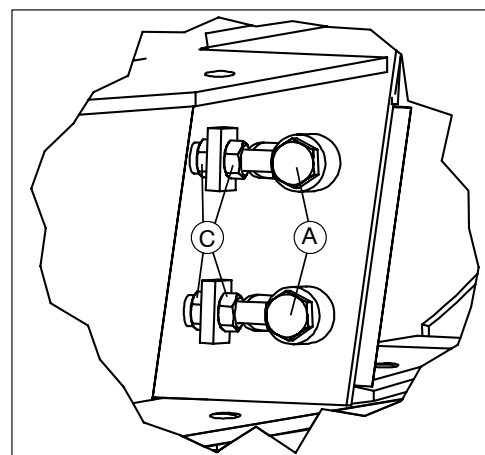

Bild 18. Einstellen und Befestigen des senkrechten Ambosses
2. Scheibe so drehen, dass ein Messer und ein Amboss übereinander liegen. Fühllehre zwischen Messer und Amboss schieben. Abstand des senkrechten Ambosses mit Einstellmutter M12 (C) (Bild 18.) auf 1,2 bis 1,5 mm einstellen.
3. Einstellschrauben (C) und Befestigungsschrauben (A) der Ambosse anziehen.
5. Befestigungsschraube (B) anziehen.